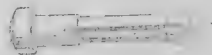

Рис. 57. Защелка магазина
96. Защелка магазина (рис. 57) служит для удержания магазина в рукоятке рамки. Она состоит из основания, разрезной чеки и пружины.